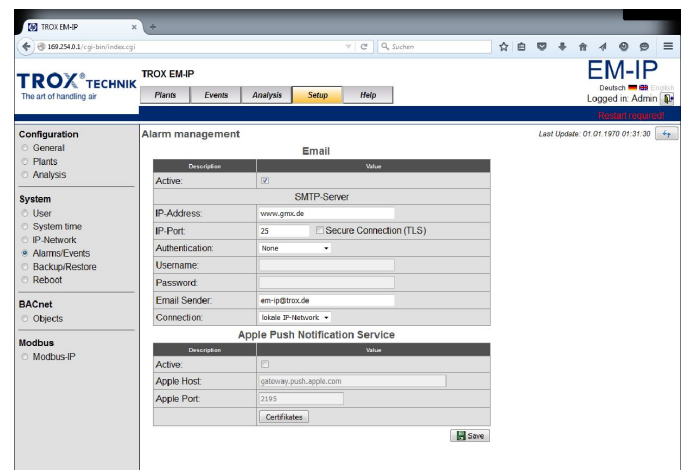

Fig. 32 : Gestion des alarmes
- ⇒ La page « Gestion des alarmes » (Fig. 32) s'affiche.